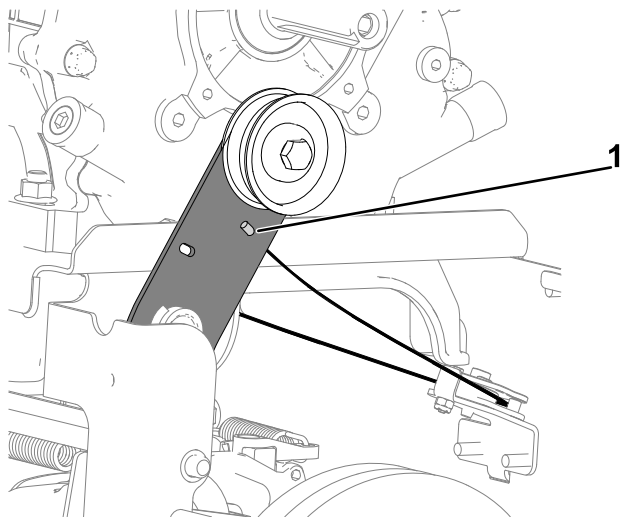

Рисунок 18
- Установите Z-образный изгиб троса тягового привода на рычаг муфты тягового привода (Рисунок 18).